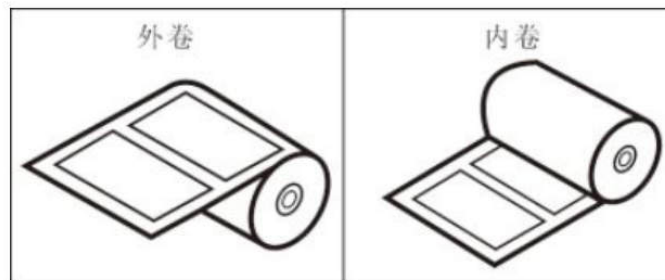

图 7
2. 如图 7,有些介质滚轴是外卷的，有些则是内卷的。详见下图所示，这两种类型的介质都需要打印面朝上载入。